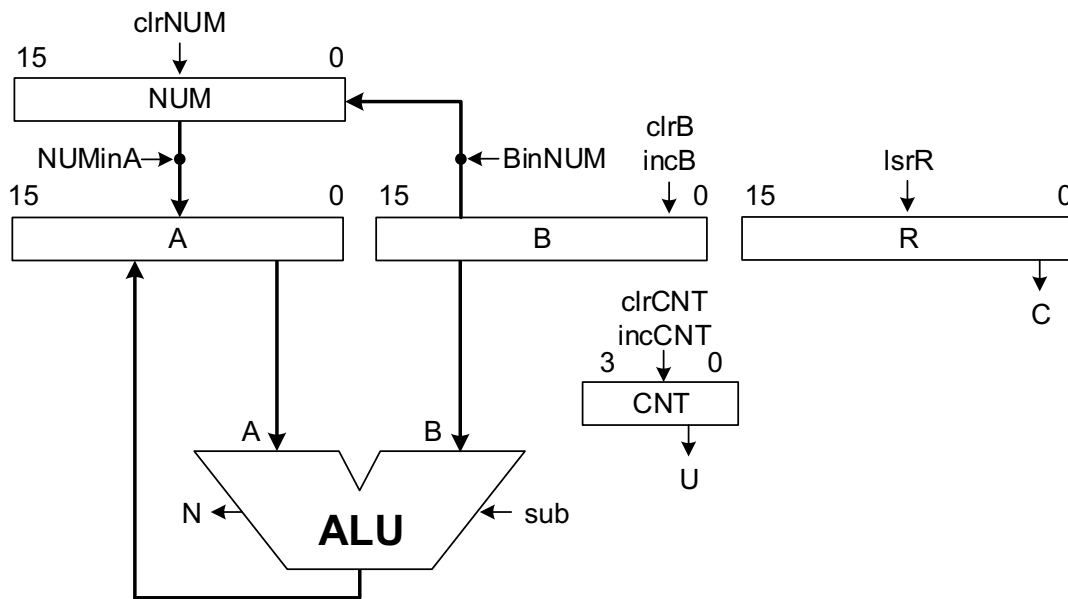
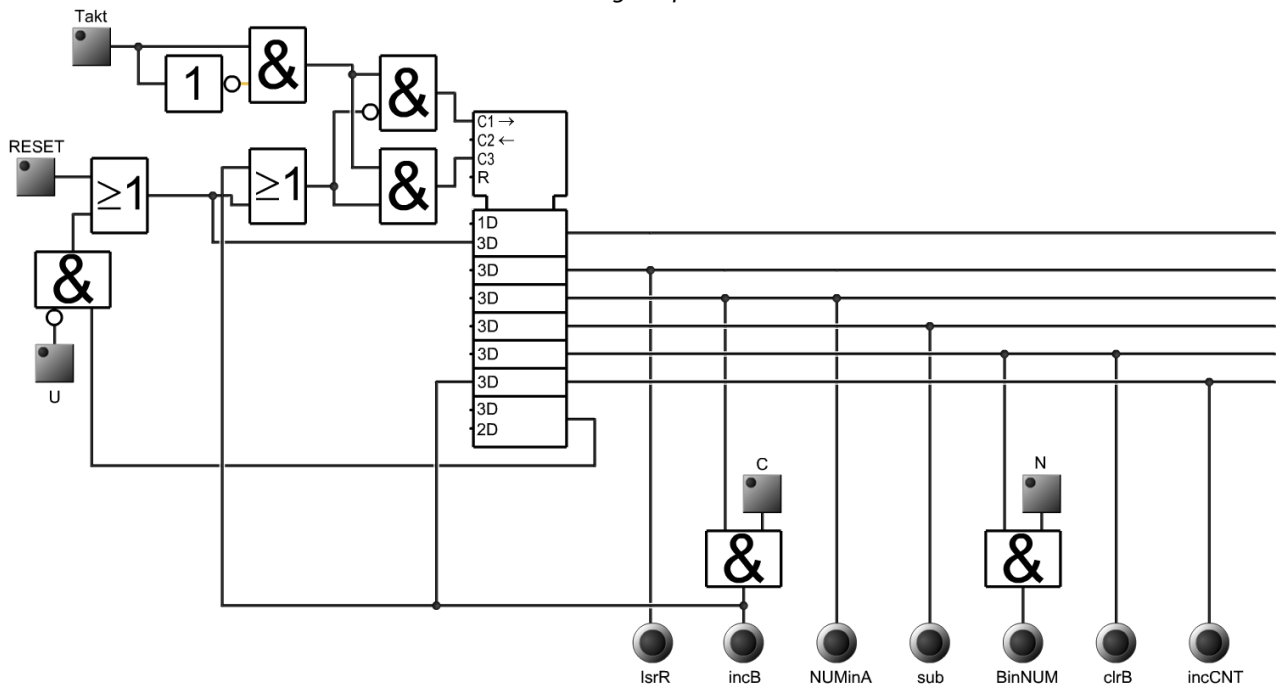

Abbildung 1: Operationswerk
Abbildung 2: Steuerwerk
Das gegebene Operationswerk aus Abbildung 1 basiert auf den vier 16-Bit Registern  $A$ ,  $B$ ,  $R$  und  $NUM$ , dem 4-Bit Register  $CNT$  und einer 16-Bit ALU. Sowohl die Eingänge als auch der Ausgang der ALU und Register sind 16 Bit breit. Mithilfe des Steuersignals  $sub$  kann die Subtraktion  $A = A - B$  auf der ALU ausgeführt werden. Ist das Ergebnis negativ, so setzt die ALU das  $N$ -Flag. Als weitere Kriterien stehen das  $U$ -Flag, welches bei einem Überlauf des Registers  $CNT$  gesetzt wird, und das  $C$ -Flag, welches das aus dem Register  $R$  im Rahmen eines durch  $IsrR$  hervorgerufenen Rechtsshifts herausgeschiftete Bit enthält, zur Verfügung. Die Steuersignale  $clrX$  ( $X \in \{CNT, B, NUM\}$ ) setzen den Wert des entsprechenden Registers auf 0 und die Steuersignale  $incB$  und  $incCNT$  inkrementieren die korrespondierenden Registerwerte. Das Steuersignal  $NUMinA$  erlaubt das Kopieren des Wertes von Register  $NUM$  in Register  $A$  wohingegen  $BinNUM$  den Wert aus dem Register  $B$  in das Register  $NUM$  kopiert.
Abbildung 2 zeigt ein für das Operationswerk konzipiertes Steuerwerk, deren Analyse Kern dieser Aufgabe ist.
- d) Analysieren Sie nun das in Abbildung 2 gegebene Steuerwerk für das Operationswerk aus Abbildung 1, indem Sie die nachfolgend die Steuersignale ergänzen.